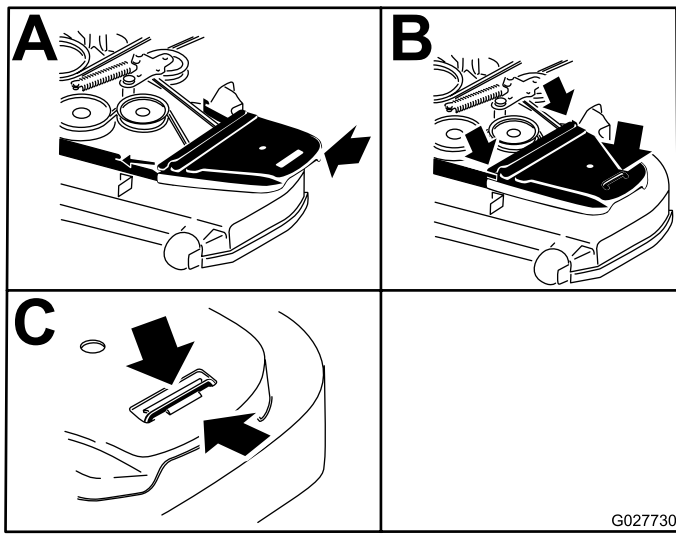

Figure 58
12. Posez les couvercles de courroie (Figure 58).